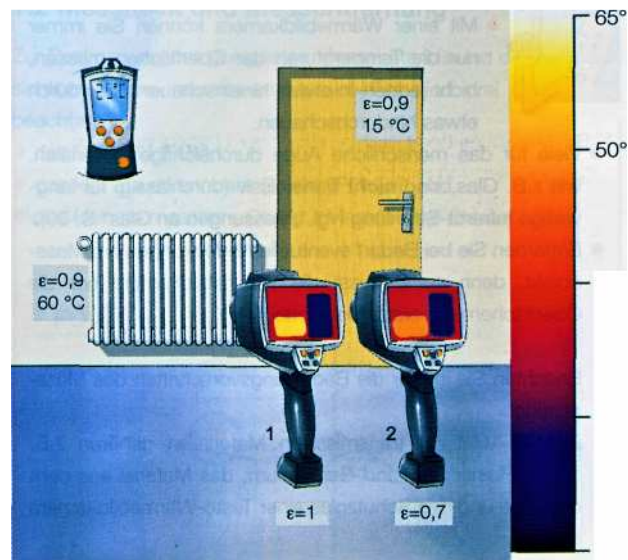

Abbildung 7.2; Auswirkungen eines falsch eingestellten Emissionsgrades auf die Temperaturmessung
1. Bei Messobjekttemperaturen über der Umgebungstemperatur (vgl. die Heizung in Abb. 7.2, ):
2. Bei Messobjekttemperaturen unter der Umgebungstemperatur (vgl. die Türe in Abb. 7.2, ):